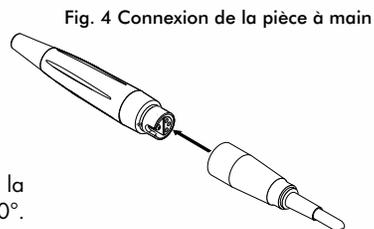

Fig. 4 Connexion de la pièce à main
5. Enficher la pièce à main sur son cordon, en prenant soin d'aligner les contacts électriques (voir Fig. 4 ci-dessous).